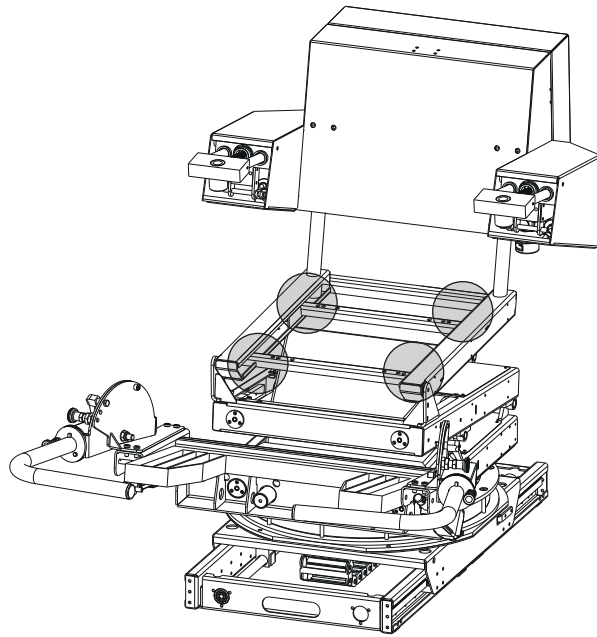

Abbildung 7. Hebepunkte
5. Befestigen Sie Hebebänder diagonal an mindestens 2 der in *Abbildung 7* dargestellten Hebepunkte.